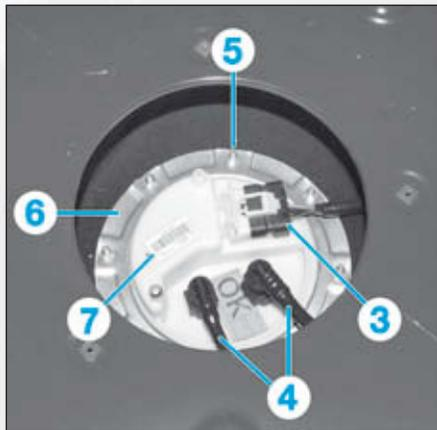

FIG.24
- le connecteur (3) (Fig.24),
- les raccords d'alimentation (4).
- les écrous (5),
- la bague (6),
- l'ensemble aspiration/jauge à carburant (7),